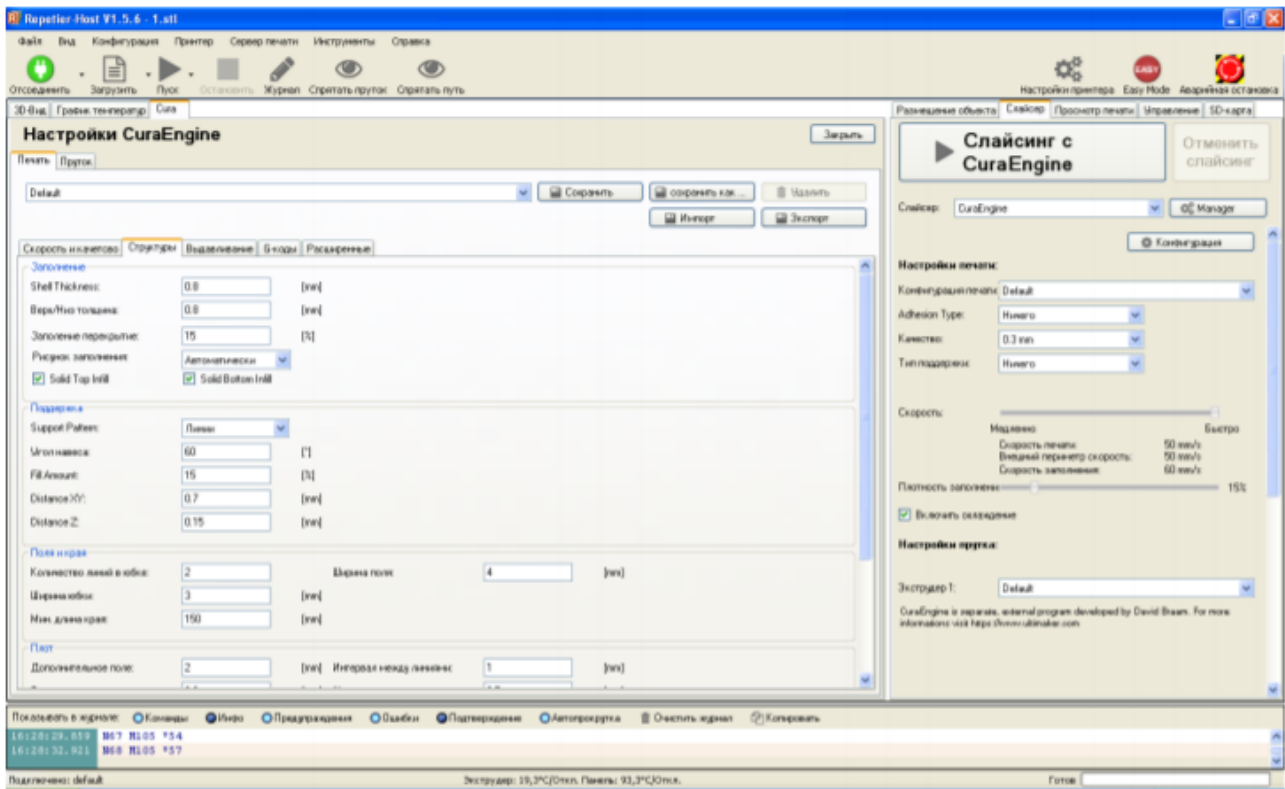

Рисунок 6 – Конфігурації на вкладці «Структури»
- «Толщина первого слоя» – додатковий параметр, що дозволяє змінювати величину, виставлену в попередньому пункті. Переходимо до вкладки «Структуры» (рис. 6). Тут присутні 5 полів з настройками.